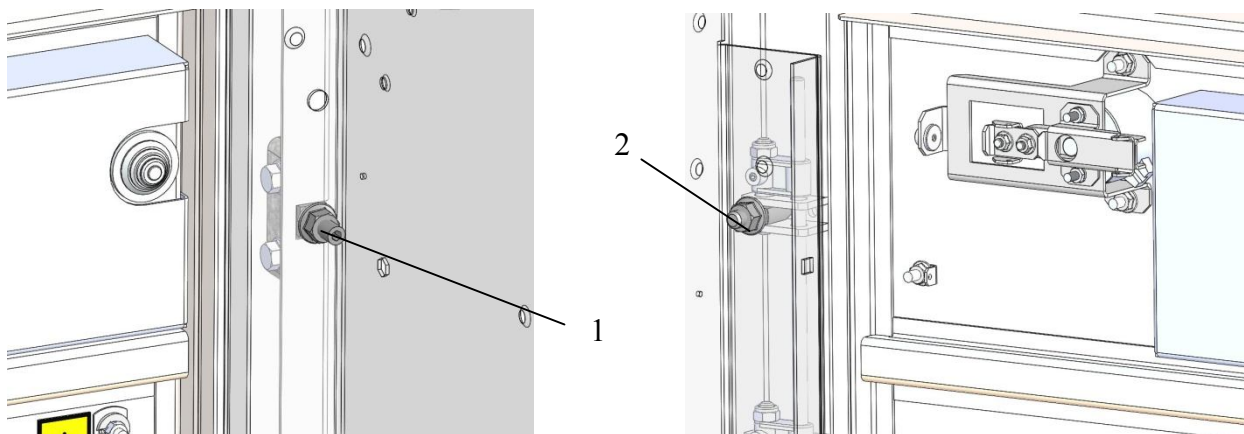

Рис. 24 Крепление петель дверей и проушин замка (вид изнутри)
2.5.2.11 В конструкции КРУ предусмотрены отверстия для установки панели с кабельными держателями в отсеке кабельных присоединений 1 или ниже, рядом с отсеком сборных шин 2, согласно рис. 24а
Рис. 24а Установка панели с кабельными держателями